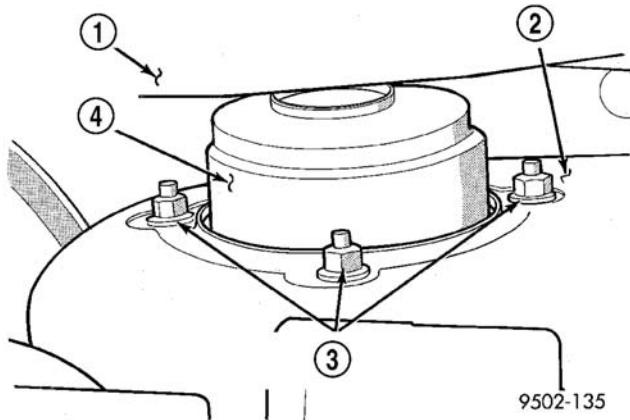

图 43 滑柱总成至滑柱钟形座连接螺母 (典型)
(7) 拆卸滑柱总成上支座与滑柱钟形座相连的 3 个螺母 (图 43)，并从车上卸下滑柱总成。
(1) 将滑柱总成装入滑柱钟形座, 将上滑柱支座上的 3 个双头螺栓对准并装入减振器钟形座内的孔中。安装 3 个上滑柱座连接螺母 / 垫圈总成 (图 43)。然后用卡爪紧固 3 个连接螺母至 $28 \text{ N} \cdot \text{m}$ (250 in.lbs.) 的扭矩。